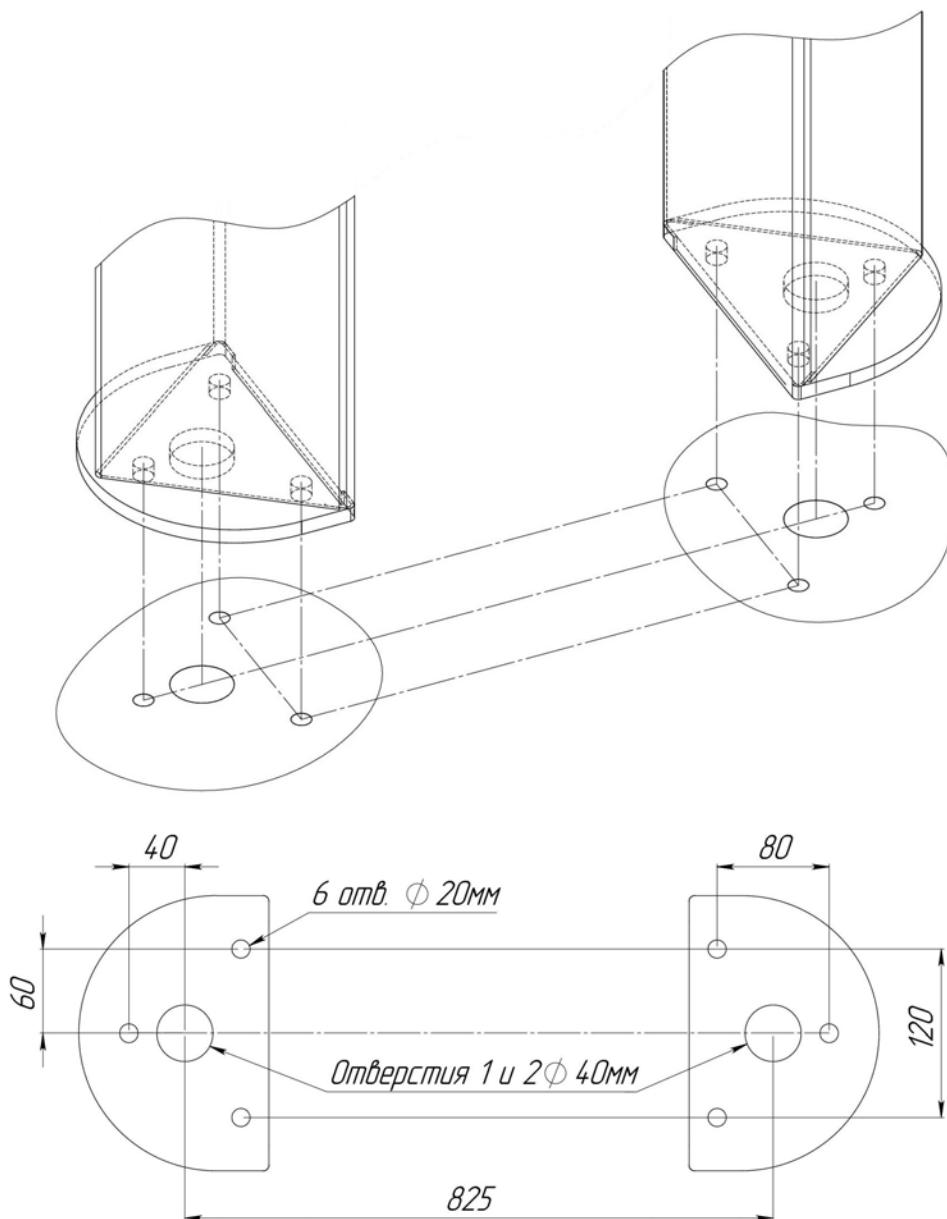

Рис. 4. Установочные размеры.
7.2.3. По размерам, указанным на рис. 4, подготовьте 6 отверстий диаметром 20 мм в полу под анкеры крепления стойки турникета. Глубина закладного отверстия должна превышать длину анкера на 5 мм. Вставьте анкеры в отверстия.
7.2.4. Подводка кабелей производится через любую стойку. Для этого предусмотрены отверстия 1 и 2 (рис. 4) в нижних плитах стоек. Необходимо подготовить штробу для прокладки кабелей.
7.2.7. Установите турникет на подготовленную площадку (рис. 4). Откройте замок и снимите дверцу (2, рис. 5). Со шпилек (4, рис. 5) нижней боковой крышки (3, рис. 5) открутите 3 барашковые гайки (5, рис. 5) с внутренней стороны стойки и снимите ее. Снимите со второй стойки дверцу и боковую крышку, проделывая аналогичные операции. В нужную стойку заведите кабели от ПУ, БП и, при необходимости, кабели СКУД и ОПС.